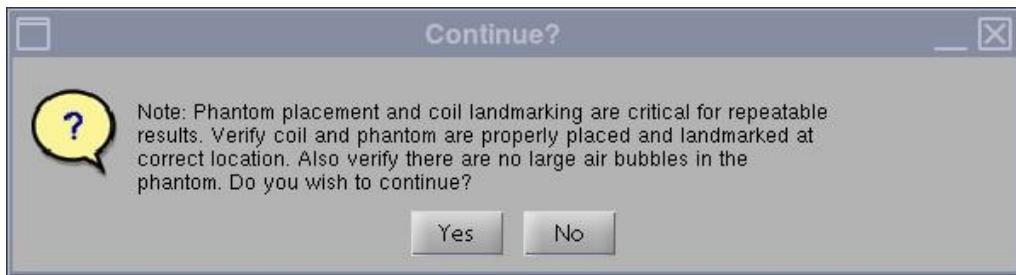

Рис.4
3. После запуска будет выведено сообщение Phantom placement and coil landmarking are critical for repeatable results (Расположение фантома и регистрация положения катушки по ориентиру важны для получения воспроизводимых результатов). Если ориентир был установлен правильно, а в фантоме нет пузырьков воздуха, нажмите кнопку [Yes] (Да), чтобы продолжить. (См. Рис.4).